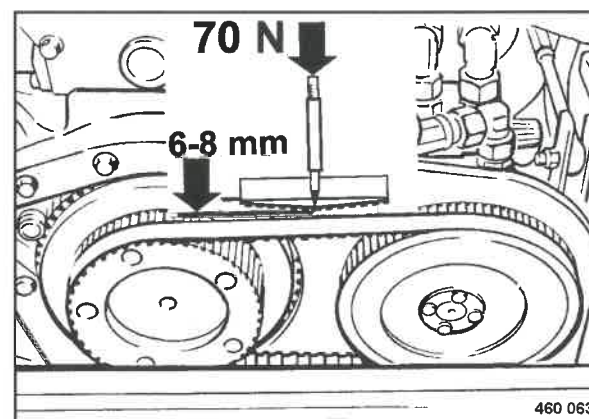

Fig. 111
- Esaminare tutta la cinghia dentata (Fig. 111) alla base e sul retro dei denti per accertare eventuali incrinature.